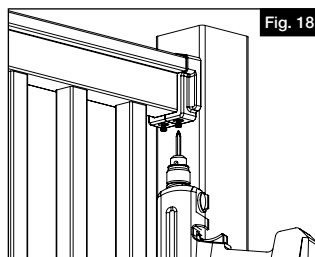

Fig. 18
- d. Mientras aprieta fuertemente la cubierta del soporte para cerrarla, taladre con una broca de $\frac{1}{8}$ " a través de los dos agujeros de abajo. A continuación, introduzca dos tornillos cuadrados #10 de 1" a través de la cubierta, el soporte metálico y el travesaño superior (Fig. 18).